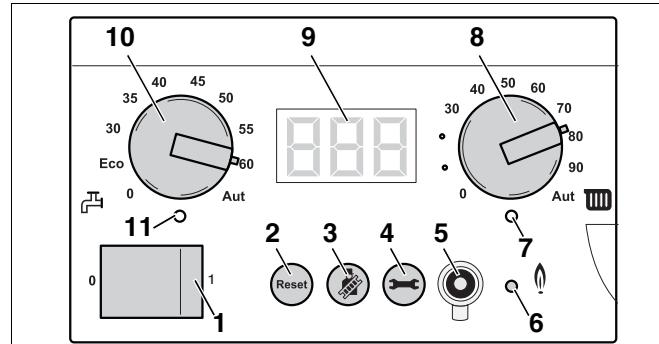

Рис. 80 Главный регулятор BC10
- Включить отопительную установку пусковым выключателем на главном регуляторе Logamatic BC10 (рис. 80, поз. 1).
- Нажать кнопку "Трубочист" (рис. 80, поз. 3) и удерживать нажатой (примерно две секунды), пока справа внизу на дисплее не появится точка (рис. 80, поз. 9). См. также Таб. 9, „Тест дымовых газов“, стр. 43.
- После того, как светодиод "Горелка" (рис. 80 поз. 6) загорится, подождать одну минуту, пока отопительный котел не достигнет своей полной нагрузки.
- Несколько раз нажать кнопку "Индикация состояния" (рис. 80, поз. 4), пока на дисплее не будет отображаться индикация температуры.
- Нажать кнопку "Трубочист" (рис. 80, поз. 3), чтобы завершить процедуру измерения.
- Выключить отопительную установку пусковым выключателем на главном регуляторе Logamatic BC10 (рис. 80, поз. 1).
- После того как светодиод "Горелка" (рис. 80, поз. 6) загорится, подождать одну минуту, пока отопительный котел не перейдет на частичную нагрузку.
- Нажать и удерживать нажатой кнопку "Трубочист" (рис. 80, поз. 3), пока точка на дисплее не погаснет.